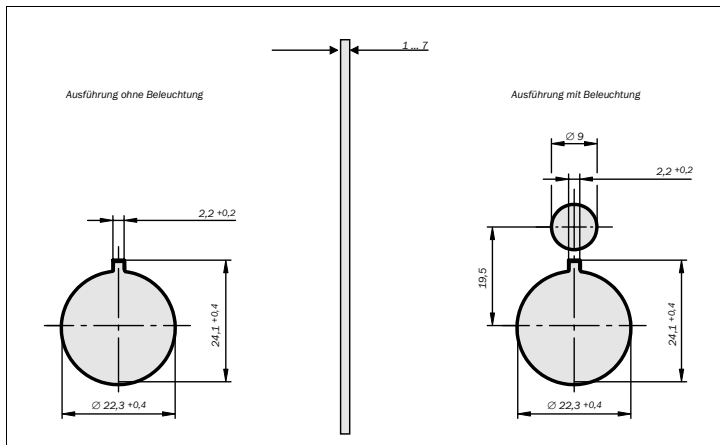

Abb. 1: Maßbilder der Montagelöcher für die Einbauversionen (mm)
- Montagelöcher in die Montageplatte bohren (siehe Abb. 1; je nach Ausführung das passende Maßbild verwenden).
- Bei beleuchtbaren Tastern ist der Stecker für die Beleuchtung zusätzlich durch die kleine Bohrung der Montageplatte (siehe Abb. 1, rechtes Maßbild) zu führen und an das Schaltelement X1/X2 anzuschließen.